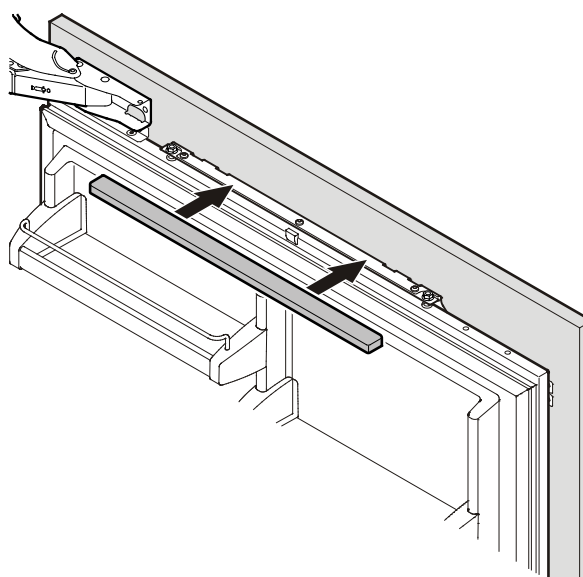

Figura 33
11. Encajar la tapa protectora (**Figura 33**).